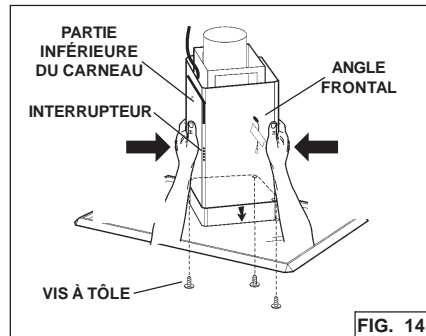

FIG. 14
9. Lorsque l'interrupteur se trouve en face de l'angle du cadre de support portant l'indication FRONT (FACE), soulevez légèrement le carneau sur le cadre de support (fig. 14).
10. Remettez le carneau en place. Regroupez les câbles à l'intérieur du carneau, puis remettez ce dernier en place. Fig.14.
11. Retirez le filtre à graisses. Fixez la partie inférieure du carneau à la hotte à l'aide de trois (3) vis à tête. Fig.14.